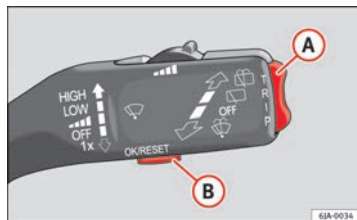
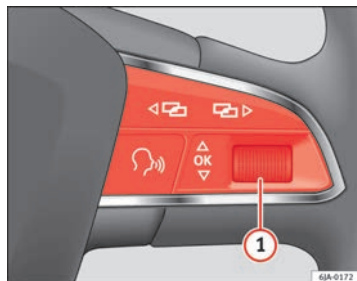

Abb. 34 Multifunktions-
Abb. 35 Multifunktions-
- Durch kurzes Drücken der Taste **(B)** des Hebels ⇒ Abb. 34 ⇒ Seite 62, oder
- durch kurzes Drücken des rechten Rädchens am Multifunktionslenkrad **OK (1)** ⇒ Abb. 35.
Die Taste zum Wechseln der Funktionen **A** ⇒ Abb. 34 und die Taste zum Löschen des Speichers **B** befinden sich im Scheibenwischerhebel.
- Drücken Sie kurz den Taster **B** ⇒ Abb. 34 des Hebels.
- Drücken Sie kurz das rechte Rädchen des Multifunktionslenkrads **OK 1** ⇒ Abb. 35.
- Drücken Sie die Wipptaste **A** ⇒ Abb. 34 des Hebels kurz nach oben oder nach unten. Dadurch werden nacheinander die Funktionen der Multifunktionsanzeige im Display angezeigt.
- Drehen Sie das rechte Rädchen des Multifunktionslenkrads **1** ⇒ Abb. 35. Dadurch werden nacheinander die Funktionen der Multifunktionsanzeige im Display angezeigt.
- Halten Sie die Taste **B** ⇒ Abb. 34 des Hebels gedrückt.
- Halten Sie das rechte Rädchen des Multifunktionslenkrads **OK 1** ⇒ Abb. 35 gedrückt.
Bei Temperaturen unter +4 °C (+39 °F) wird außerdem das Eiskristall-Symbol (Warnsignal bei glatter Fahrbahn) angezeigt und es ertönt ein akustisches Signal. Durch Drücken der Wipptaste **A** ⇒ Abb. 34 des Hebels oder durch Drehen des rechten Rädchens des Multifunktionslenkrads **1** ⇒ Abb. 35 wird die zuletzt angezeigte Funktion angezeigt.
- Wählen Sie durch Drücken der Taste  ⇒ Abb. 34 des Hebels die **Geschwindigkeitswarnung**. ►
- Drehen Sie das rechte Rädchen des Multifunktionslenkrads **1** ⇒ Abb. 35 und wählen Sie **Tempowarnung**.
- Wählen Sie durch Drücken der Taste **A** ⇒ Abb. 34 des Hebels die **Geschwindigkeitswarnung**.
- Wählen Sie durch Drücken der Taste **(A)** ⇒ Abb. 34 des Hebels die **Geschwindigkeitswarnung**.
- Drehen Sie das rechte Rädchen des Multifunktionslenkrads **(1)** ⇒ Abb. 35 und wählen Sie **Tempowarnung**.